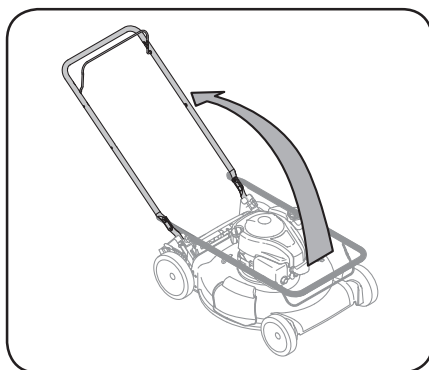

Figure 2-2
3. Assurez-vous que la tondeuse est stable, puis faites pivoter la partie supérieure vers le haut. Voir Figure 2-2. Veillez à ne pas pincer le câble lorsque vous relevez le guidon.